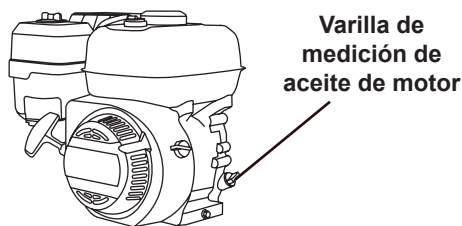

Fig. 15
2. Desatornille la varilla de medición de aceite del motor (Fig. 15) y extráigala, y después límpiela.